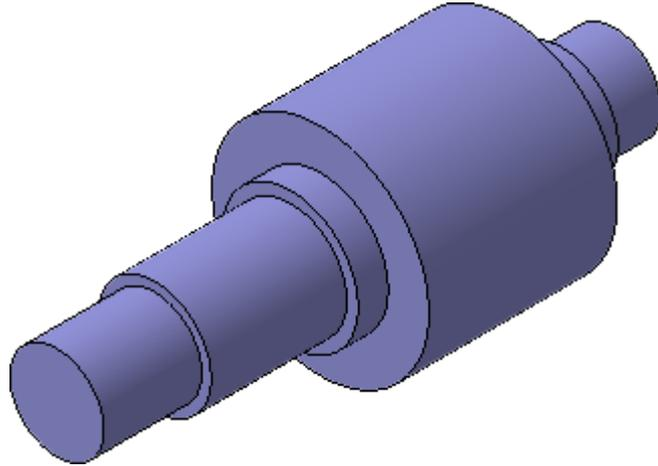

Рисунок 7.
- Нажмите кнопку. Создать объект  — будет построено тело вращения (рис.7).